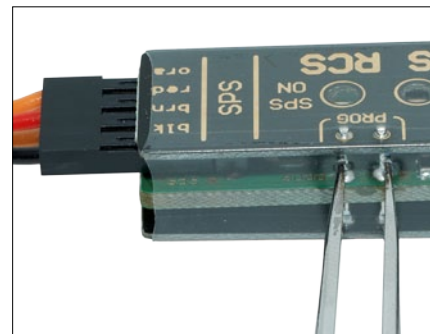

Abb. 1 - Programmierkontakte (Kurzschlussbrücke)
Bitte achten Sie beim Anschluss des *SPS SafetyPowerSwitch* auf die Farbkodierung auf der Oberseite des **SPS-RCS** (siehe *Abb. 1*).
- Kontakte des **SPS-RCS** (Abb. 1, Seite 1) z. B. mit Schraubenzieher oder Pinzette kurzschließen, hierzu muss der Schrumpfschlauch durchstoßen werden. Die LED „RX STAT“ leuchtet nun dauerhaft, der *SPS SafetyPowerSwitch* wird eingeschaltet, die eingestellte Schalterposition wird gespeichert.